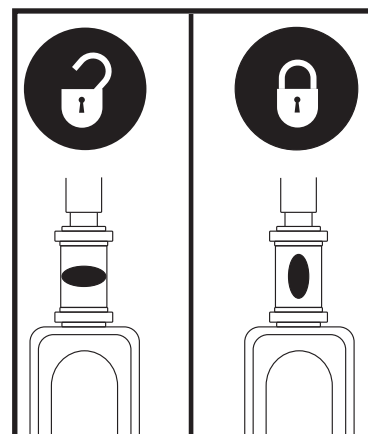

Figure 31. Bouton de verrouillage du guidon
2. Pour bloquer le guidon en ligne droite, pesez sur le bouton et tournez-le 90° dans le sens des aiguilles d'une montre. **Voir la figure 31.** La roue avant doit faire face à l'avant afin de pouvoir bloquer le guidon.
1. Retirez la clé du contact et puis pour bloquer le guidon en ligne droite, pesez sur le bouton et tournez-le 90° dans le sens des aiguilles d'une montre. **Voir la figure 31.** La roue avant doit faire face à l'avant afin de pouvoir bloquer le guidon.
6. Débloquez la roue avant en tournant le bouton de blocage 90° dans le sens opposé aux aiguilles d'une montre. **Voir la figure 31.**